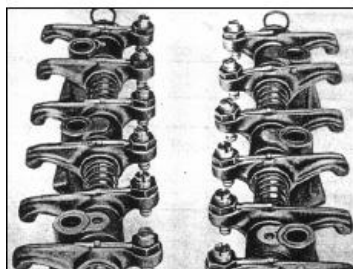

РИС. 60
3) Снимите коромысла клапанов вместе с валом и кронштейнами (рис. 60).